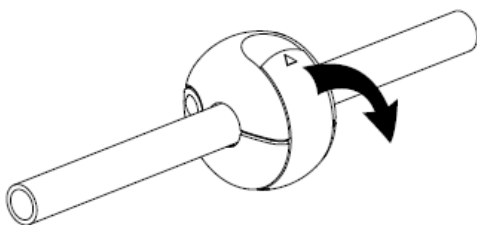

Fig. 5a
- Tirare la leva per aprire la sfera di arresto (1). (vedi Fig. 5a)